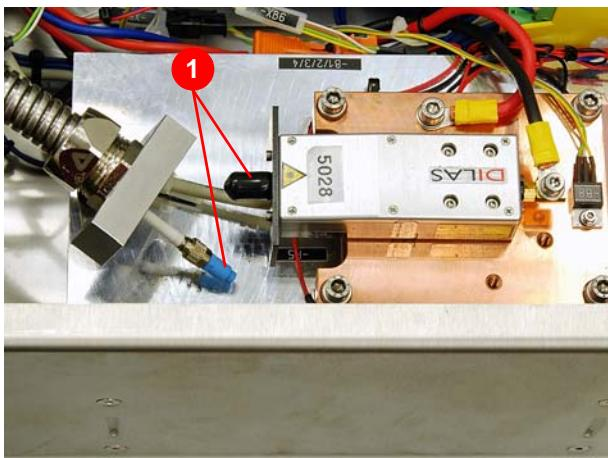

Abbildung 7.96 Glasfaserleitung vom Diodenmodul abklemmen
6. Staubschutzkappen auf die Glasfaser und den Anschluß am Diodenmodul (1) (Abbildung 7.96) anbringen.